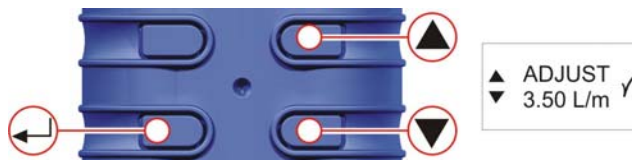

Figure 26 Écran d'ajustement (réglage haut)
L. CALIBRAGE DU POINT DE RÉGLAGE HAUT (fig. 26)